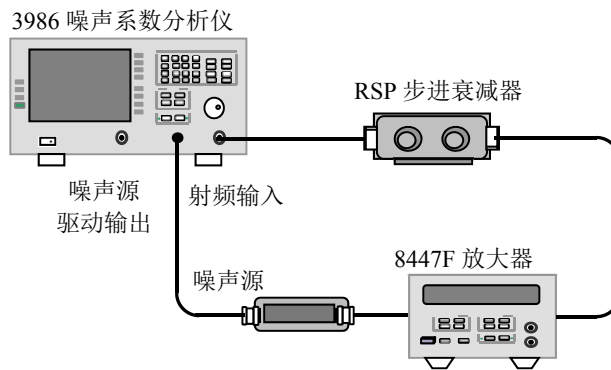

图 8.6 增益测量范围和测量不确定度测试框
- 步骤 1. 如图 8.6 所示连接测试系统，开机预热 30min。